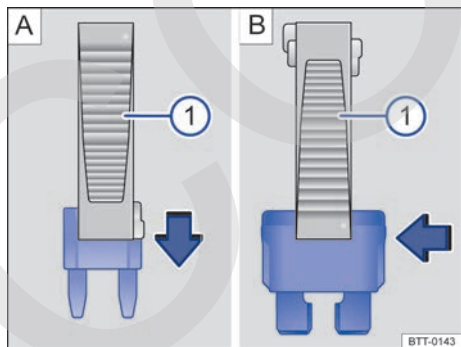

Fig. 159 Extraer o colocar el fusible enchufable plano con las pinzas de plástico: **A)** MINI; **B)** ATO.
- *En el caso de los fusibles enchufables planos*, en función del tipo de fusible, desplace los extremos adecuados de las pinzas → fig. 159 **A)** ① o → fig. 159 **B)** ① sobre el fusible en el sentido de la flecha.